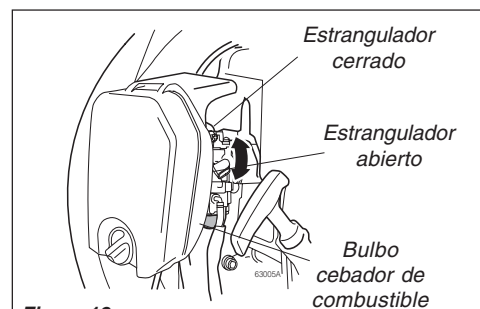

Figura 12
3. **Con motor frío únicamente.** Pare el motor moviendo hacia arriba la palanca del estrangulador. (el estrangulador está cerrado). Consulte la figura 12.